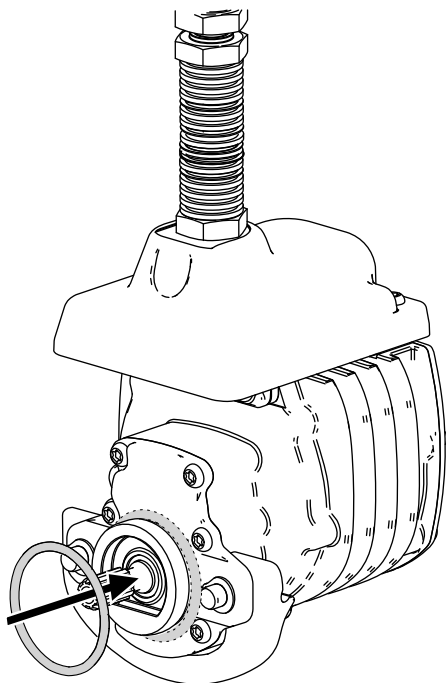

Figure 3
3. Placez un joint torique sur chaque moteur de cylindre, comme montré à la Figure 3.